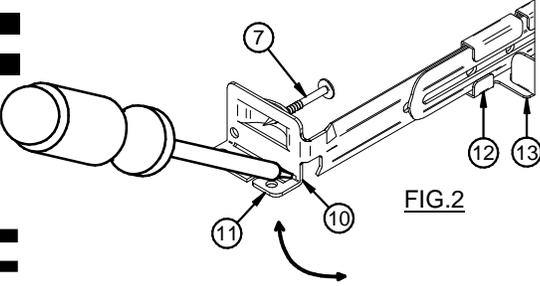
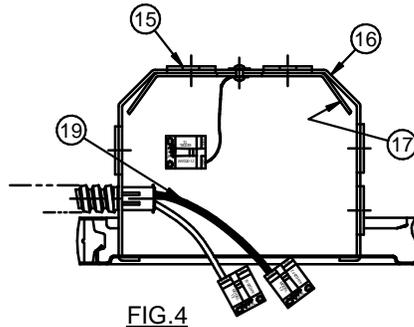

FIG.3
FIG.4
2. For Suspended Ceilings: Place the Fixture on the ceiling grid with the "T" Bars (9) running through the Bar Hanger Notches (10). Using a flat head screwdriver or other tool, bend the integral t-bar mounting tabs (11) downward to a vertical position (Fig. 3). Secure housing to the support structure with tie wire (supplied by others) in the holes supplied. Sheetmetal screws (supplied by others) can also be used in the holes supplied (20).
3. Locate Housing along Bar Hanger in desired position and, using pliers, squeeze the 4 Locking Tabs (12) on the Plaster Frame (13) tightly over the Bar Hangers to prevent further Housing movement. Screws (1) are provided that can be tightened to lock Housing on the Hanger Bars.
4. As desired, hanger bars (6) may be shortened at score mark to fit tight mounting conditions and joist alignment tabs removed to adjust vertically as needed by breaking off with pliers.
5. Unsnap Junction Box Cover (14) by lifting the Leaf Spring (24).
6. Run supply wires through UL Listed connectors (not supplied) in one of the five Pryouts (15) on the Junction Box (16) or Type NM cable (ROMEX) through an Opening above the Wire Retaining Plate (17). Connect Supply Wires (19) as shown in Fig 4 & 5. Replace Cover.
2. Plafonds suspendus : Poser le luminaire sur l'ossature de plafond en plaçant les longerons en té (9) dans les encoches des barres de suspension (10). À l'aide d'un tournevis à tête plate ou d'un autre outil, plier les languettes de montage sur té intégrées (11) vers le bas jusqu'en position verticale (Fig. 3). Attacher le boîtier à la structure de support avec une ligature (non fournie) passée dans les trous prévus à cet effet. Il est également possible d'utiliser des vis à tôle vis (non fournies) dans les trous prévus (20).
3. Placer le boîtier dans la position souhaitée le long des barres de suspension et, avec une pince, serrer fermement les 4 pattes de blocage (12) du cadre pour plâtre (13) sur les barres de suspension pour empêcher tout déplacement du boîtier. Les vis (1) fournies peuvent également être serrées pour bloquer le boîtier sur les barres de suspension.
4. S'il y a lieu, les barres de suspension (6) peut être raccourcies au niveau des repères de coupe pour passer dans des espaces restreints et les pattes d'alignement sur solive peuvent être supprimées en les cassant avec une pince pour ajuster la position verticale.
5. Détacher le couvercle de boîte de jonction (14) en tirant le ressort à lame (24) vers le haut.
6. Tirer les conducteurs d'alimentation à travers des connecteurs homologués UL (non fournis) dans l'une des cinq ouvertures défonçables (15) de la boîte de jonction (16) ou un câble de type NM (ROMEX) par une ouverture au-dessus de la plaque de retenue de câble (17). Raccorder les conducteurs d'alimentation (19) comme illustré aux Fig. 4 et 5. Remonter le couvercle.